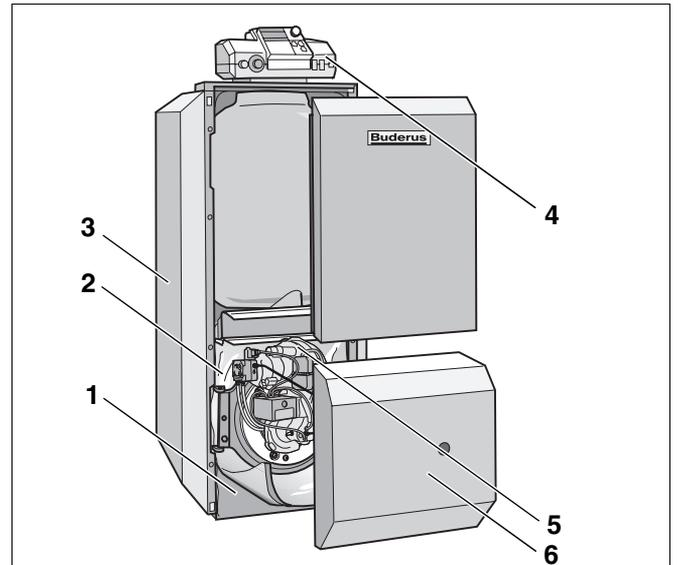
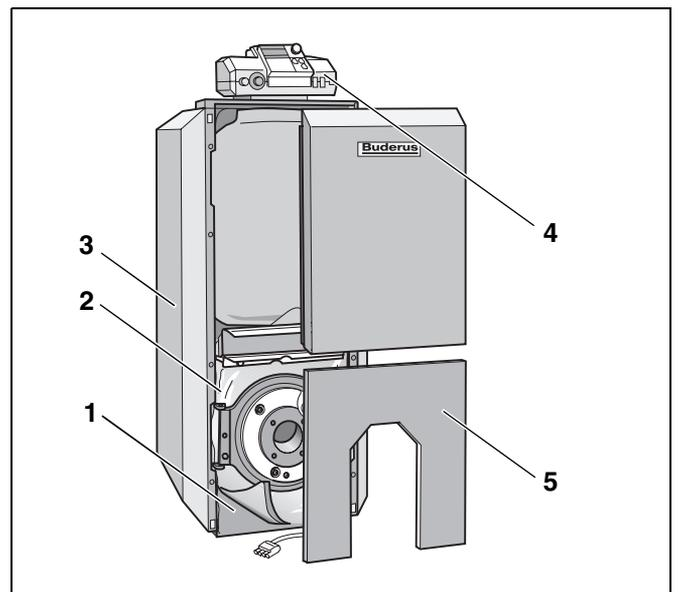

Abb. 1 Öl-/Gas-Spezialheizkessel Logano S115 mit Brenner Logatop
Abb. 2 Öl-/Gas-Spezialheizkessel Logano S115
Der Öl-/Gas-Spezialheizkessel Logano S115 (Abb. 1) ist werkseitig mit einem Brenner Logatop (Abb. 1, **Pos. 5**) ausgestattet.
Den Öl-/Gas-Spezialheizkessel Logano S115 (Abb. 2) müssen Sie mit einem zum Heizkessel passenden Brenner bestücken.
Die Hauptbestandteile des Öl-/Gas-Spezialheizkessels Logano S115 mit Brenner Logatop (Abb. 1) und des Öl-/Gas-Spezialheizkessels Logano S115 (Abb. 2) sind:
- Kesselblock mit Speicher-Wassererwärmer (Abb. 1 und Abb. 2, **Pos. 1**) und Brenner (Abb. 1, **Pos. 5**). Der Kesselblock überträgt die vom Brenner erzeugte Wärme an das Heizungswasser. Der Speicher-Wassererwärmer speichert und erhitzt das Trinkwasser.
- Kesselmantel (Abb. 1 und Abb. 2, **Pos. 3**), Wärmeschutz (Abb. 1 und Abb. 2, **Pos. 2**) und Brennerhaube (Abb. 1, **Pos. 6**) bzw. untere Vorderwand (Brennertürverkleidung – Abb. 2, **Pos. 5**). Kesselmantel, Wärmeschutz und untere Vorderwand (Brennertürverkleidung) bzw. Brennerhaube verhindern den Energieverlust.
- Regelgerät (Abb. 1 und Abb. 2, **Pos. 4**)